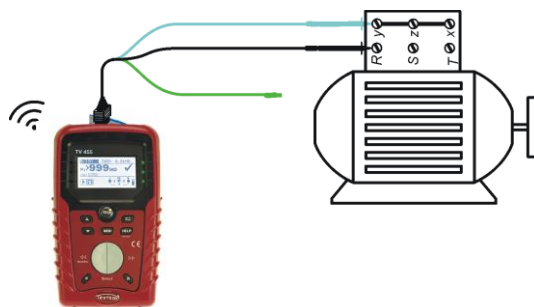

Bild 5.11: Anbringung des Universal-Prüfkabels
- **Schließen** Sie die Prüfleitungen am **Prüfling an** (siehe Bild 5.11).